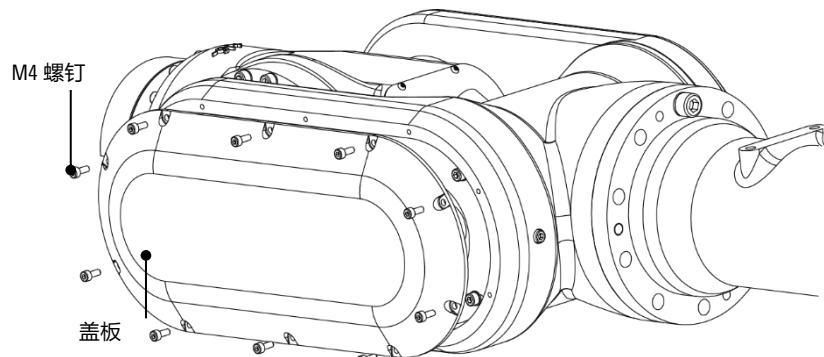

图 10-13 拆卸盖板
- 步骤3. 拆卸左侧操作机盖板，采用内六角扳手拆卸 8 颗 M4 螺钉，如图 10-13 所示。